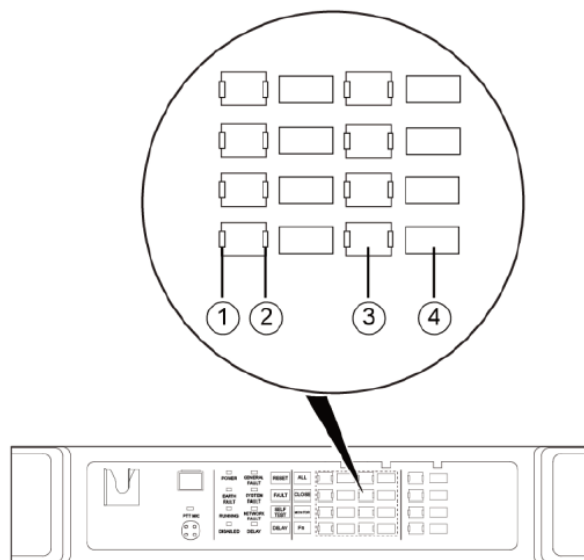

Figura 5 Diagrama esquemático del ZS-2000M Botones de selección de zona e indicador de estado
- 6.- **Zone selection buttons and state indicator lights:** La figura 5 es el diagrama esquemático de la zona ZS-2000M.